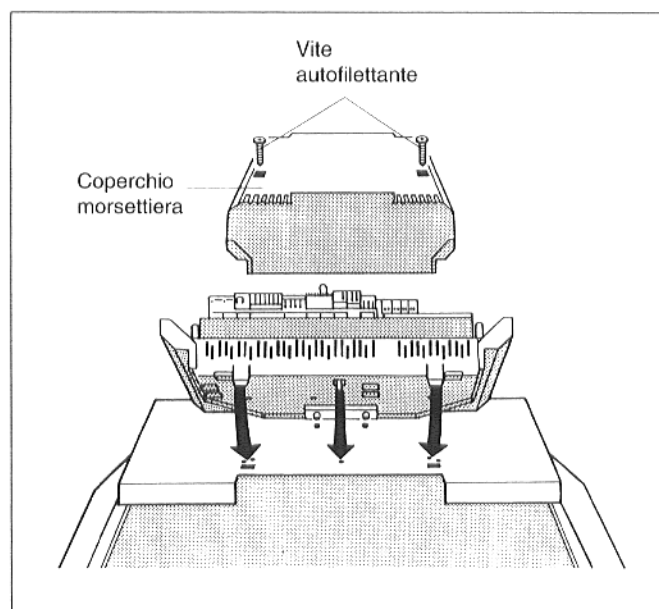

Fig. 15: Figura esplicativa
- Svitare le due viti autofilettanti del coperchio morsettiera dell'apparecchio di regolazione e toglierlo (Fig. 15).
- Piazzare l'apparecchio di regolazione in modo che i ganci anteriori si inseriscano nei fori ovali, tirare l'apparecchio verso il davanti e ruotarlo quindi all'indietro, finché entrambi i ganci elastici destro e sinistro non hanno fatto presa nelle aperture rettangolari (Frecce in fig. 15).
- Rimettere il coperchio morsettiera ed avvitare le due viti autofilettanti (Fig. 15).